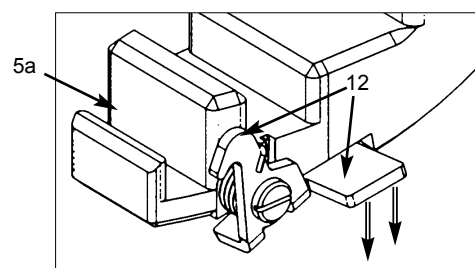

Abb. 7b / figure 7b
- Bei montierter zweiter Torsicherung (12, Abb. 7b), diese zuerst öffnen, Zubehör, wie z.B. Flügelort, in vorderen Einschub (5a) einsetzen und anschließend zweite Torsicherung wieder loslassen. Ohne zweite Torsicherung - Zubehör einfach in den entsprechenden Einschub einsetzen.
- If second barndoor catch is mounted (12, figure 7b), open the barndoor catch and insert accessories into front insertion (5a), e.g. barndoor, and then release the catch. If you do not use the second barndoor catch - simply insert the accessory into the respective insertion.